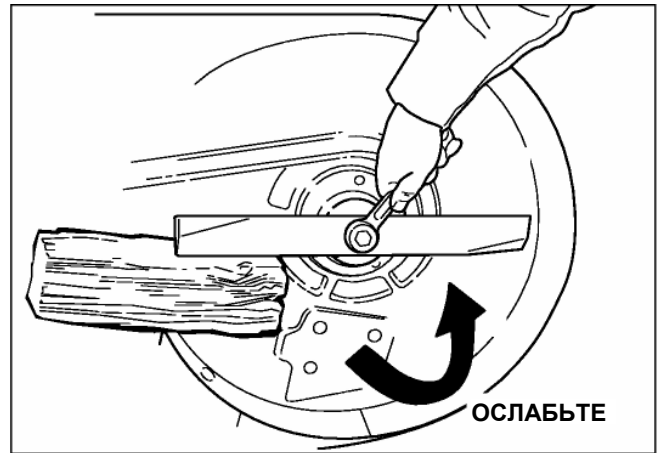

Рис. 19. Снятие ножа
2. Чтобы снять ножи для заточки, используйте деревянный брусок, чтобы застопорить нож во время откручивания крепежного болта (рис. 19).